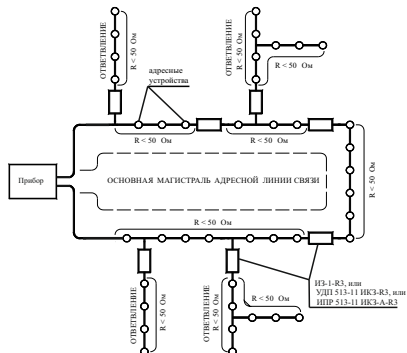

Рисунок 3
- разрывать кольцевую АЛС (рисунок 3) между двумя местами установки извещателей.